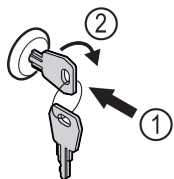

Fig. 160 Immagine a titolo di esempio
- Inserire la chiave Fig. 160 (1).
- Ruotare la chiave di 90° in senso orario Fig. 160 (2).